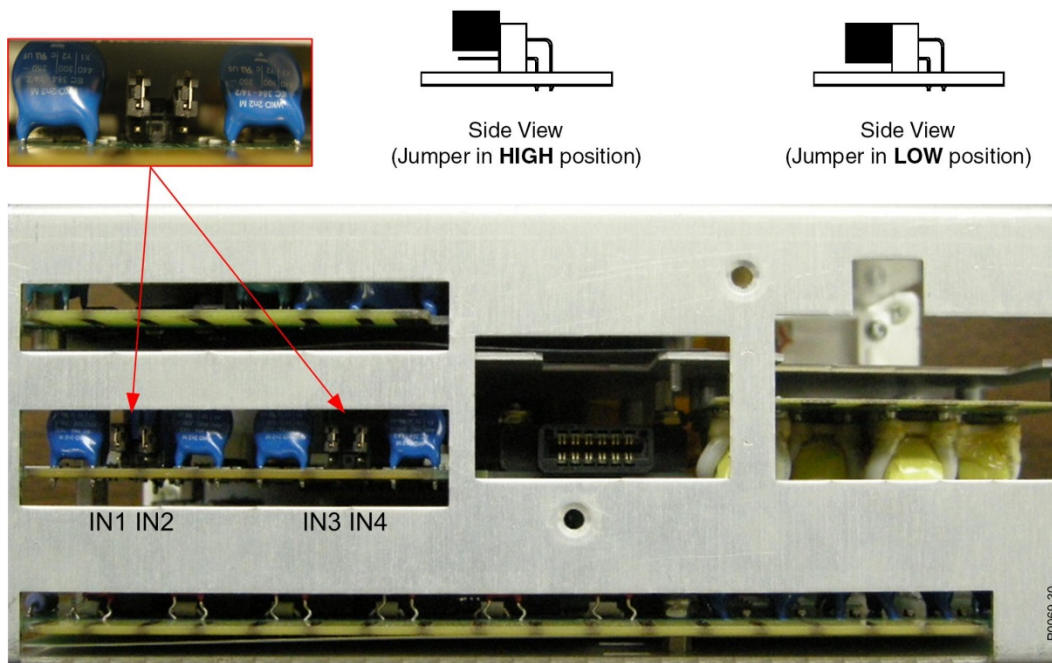

Figure 4-2. Positionnement des cavaliers d'entrées de mesure de contact (Boîtier de type H ou P)
3. Localisez les deux blocs de bornes de cavaliers placés sur le circuit imprimé DCB (Digital Circuit Board). Le circuit imprimé DCB se situe au milieu du système et les cavaliers sont situés du côté de ce circuit où sont fixés les composants. Chaque bloc de jonction dispose de deux sets de broches. Lorsque les cavaliers sont installés d'usine, l'une de ces broches doit être visible, si vous regardez le côté de l'unité. Cette configuration permet aux entrées de fonctionner aux tensions les plus élevées de la plage de contrôle. La Figure 4-2 illustre le positionnement des cavaliers. Les cavaliers sont montrés en position HAUTE.